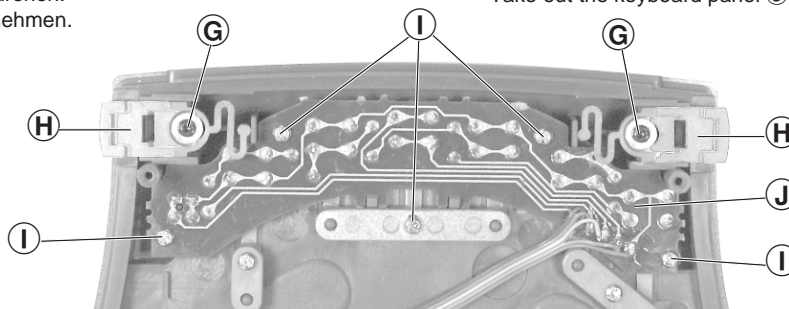

Fig. 7
4. Tastenplatte ausbauen (Fig. 7)
- 2 Schrauben © herausdrehen und die 2 Sperrschieber (H) abnehmen.
- 5 Schrauben (I) herausdrehen.
- Tastenplatte (J) herausnehmen.
4. Removing the Keyboard Panel (Fig. 7)
- Undo 2 screws © and remove the 2 locking sliders (H).
- Undo 5 screws (I).
- Take out the keyboard panel (J).